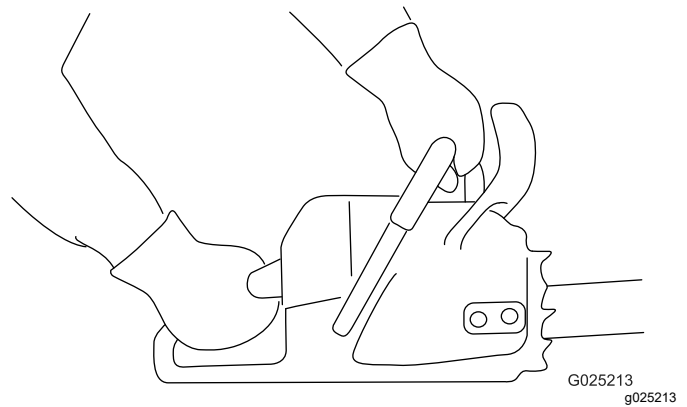

Figure 11
1. Tenez fermement la tronçonneuse à 2 mains, la main gauche sur la poignée avant et la main droite sur la poignée arrière, comme montré à la Figure 11.
1. Tenez fermement la tronçonneuse comme montré à la Figure 11.
3. Tenez fermement la tronçonneuse comme montré (Figure 11).